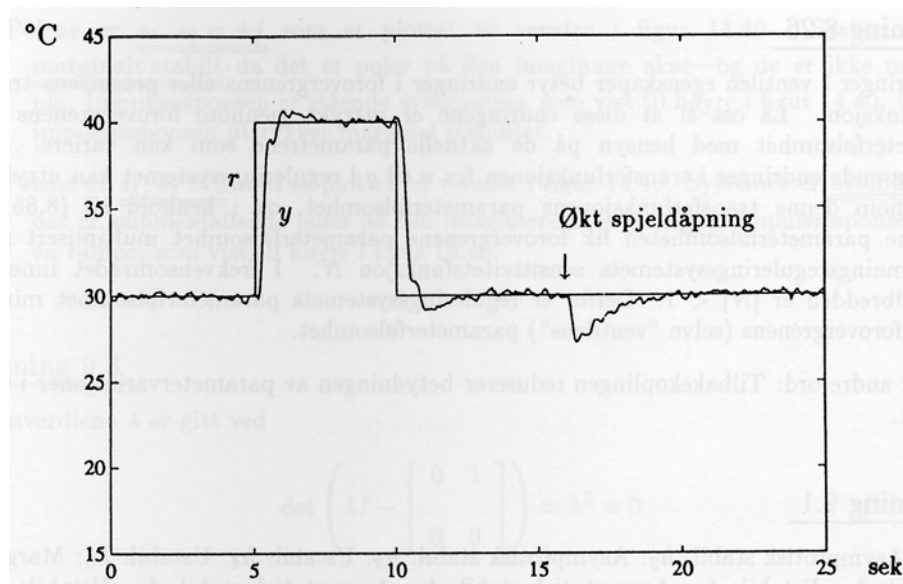

Figur 3: Responsen i temperaturen y med P-regulator
3. P-regulatoren reduserer det statiske avviket sammenliknet med åpen sløyfe-regulering, men avviket blir forskjellig fra null, se figur 3.